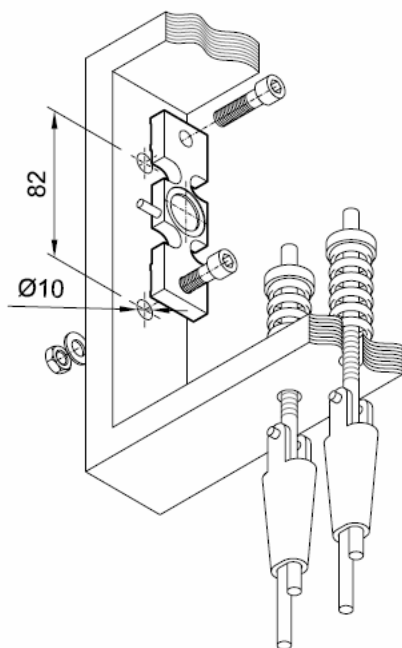

Figura 2
2. Marcar los taladros de fijación lo más cerca posible del alma de la viga (Figura 2 ó 3).